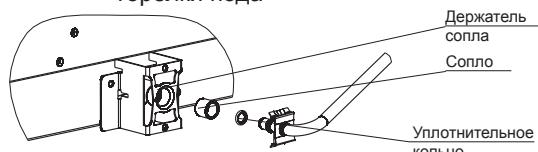

рис. 13
- Для замены сопла горелки пода (см. рис. 13) необходимо отвинтить два винта крепления скобы держателя сопла, вытянуть скобу с соплом из горелки (на себя). Отверткой отсоединить крепление от скобы и заменить сопло.